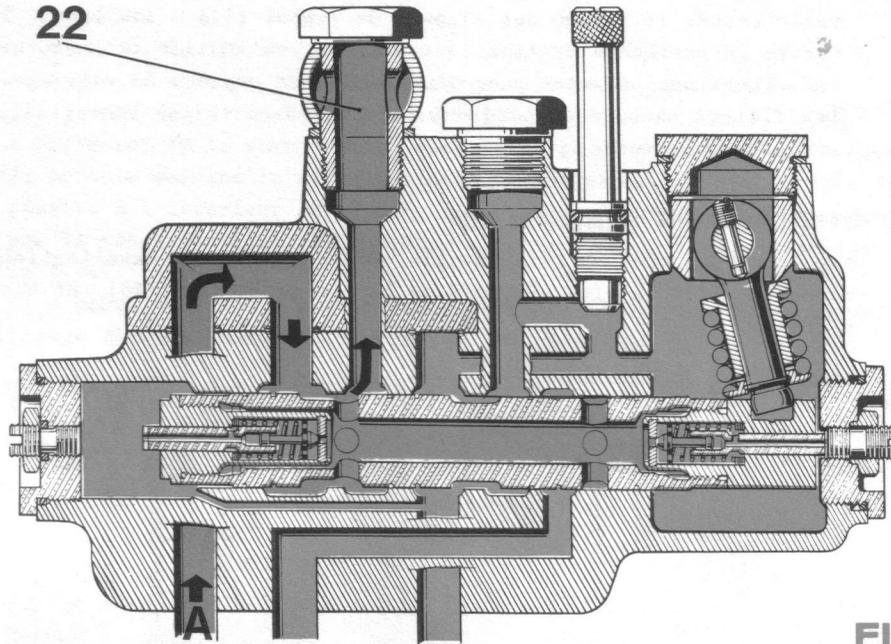

FIG. 107
b) POSITION DEVELOPPEMENT DU VERIN (FIG.107)